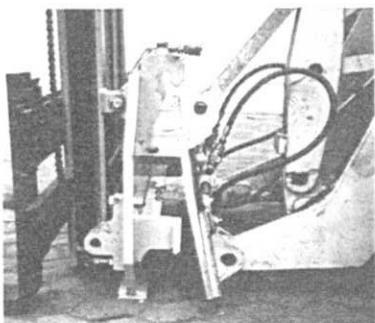

Bild 40
- (2) Mit dem Wechselrahmen Hubstapler aufnehmen, (Bild 40) hochheben und Wechselrahmen nach hinten kippen bis der Hubstapler am Wechselrahmen voll anliegt. Mit dem Handhebel (Bild 16/ 7) den Hubmast mit dem Wechselrahmen verriegeln.
- (2) Pick up the telescopic high-lift by means of the changing frame, (fig. 40) lift up and tilt the quick change device back until the high-lift is lying completely against the quick change device. Lock the high-lift with the quick change device by means of the hand lever (fig. 16/7).
- (2) Avec le support de changement, soulever le chariot élévateur (fig. 40) et incliner le support vers l'arrière jusqu'à ce que le mat porte complètement contre le support. Avec la manette (fig. 16/7), verrouiller le chariot élévateur avec le support de changement.